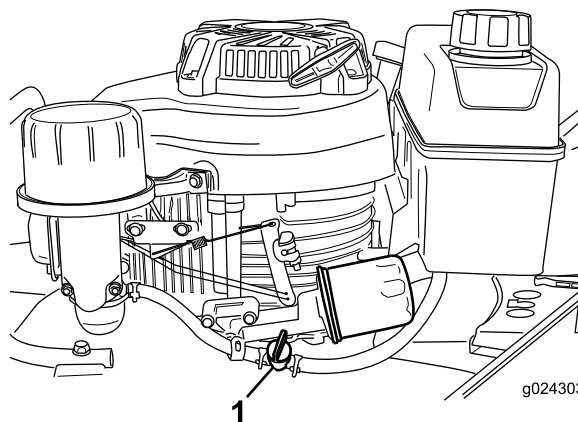

Figure 16
2. Ouvrez le robinet d'arrivée de carburant (Figure 16).
Remarque: Fermez le robinet d'arrivée de carburant (Figure 16) si vous ne prévoyez pas de démarrer le moteur tout de suite après.